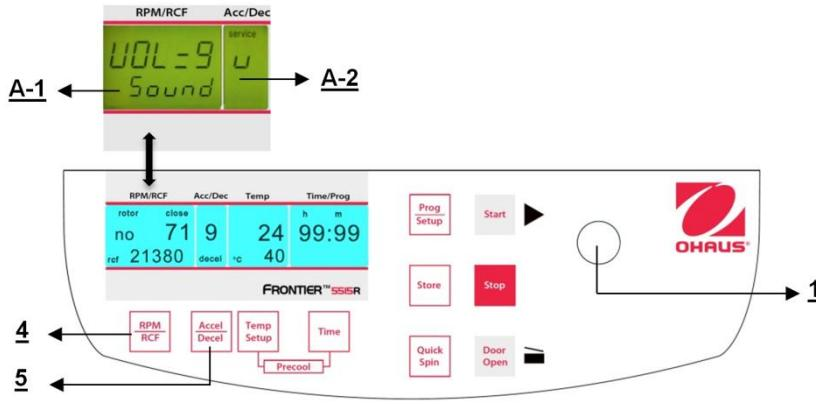

Figure. 34
Poursuivre conformément à la description du paragraphe 4.1.2 pour entrer dans ce mode de programme et appuyer ensuite sur la touche **Accel/Decel** (5). Sur l'affichage **Acc/Dec** (A-2), le mot **Service** clignote. Sélectionner maintenant la lettre **"U"** avec le bouton de réglage (1). Ceci entraîne l'apparition des mots **"Vol=0-9/Sound"** sur l'affichage **RPM | RCF** (A-1). Après avoir appuyé sur la touche **RPM | RCF** (4), l'utilisateur peut régler le volume désiré entre 0 (faible) et 9 (fort) avec le bouton de réglage (1) (voir la figure 34).